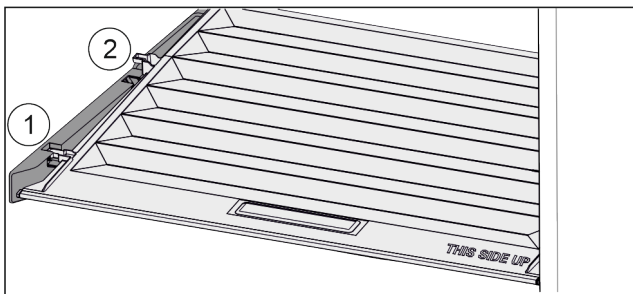

Fig. 114
- ▶ Tirer le couvercle vers l'avant jusque dans l'orifice des pièces de retenue Fig. 114 (1).
- ▶ Le soulever par le bas à l'arrière et le sortir par le haut Fig. 114 (2).